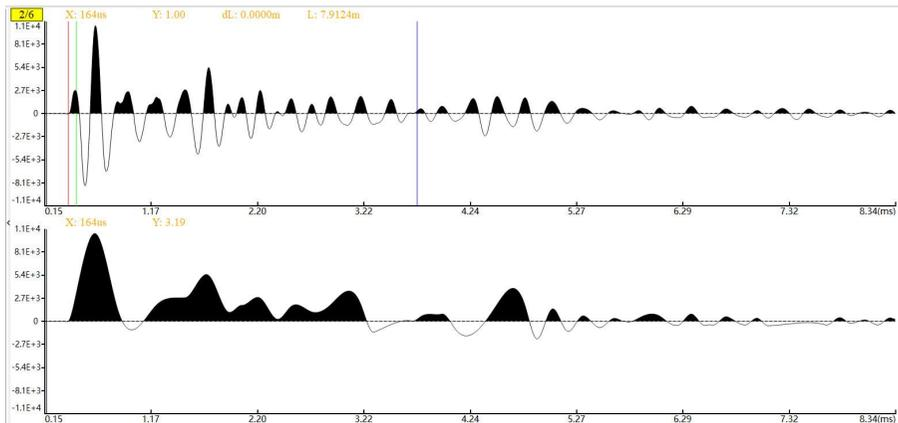

图 4-17 包络提取
- 包络提取：对需分析的波形进行包络提取操作，并显示在分析视图的第二块区域，变化如图 4-17 显示。包络所反映的是在锚杆中波形传播的状态，在正常情况下波形是会呈衰减状，如有幅值突然变大则多为反射点，再进一步判定是否为杆头，孔口，杆底或缺陷点。